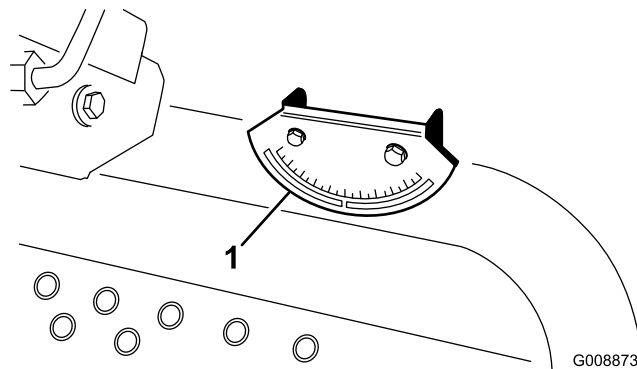

Рисунок 5
2. Убедитесь в том, что машина находится в горизонтальном положении, можно, установив ручной уклономер (поставляемый в комплекте с машиной) на поперечную балку рамы рядом с топливным баком (Рисунок 5). Уклономер должен показать ноль градусов, если смотреть с рабочего места оператора.